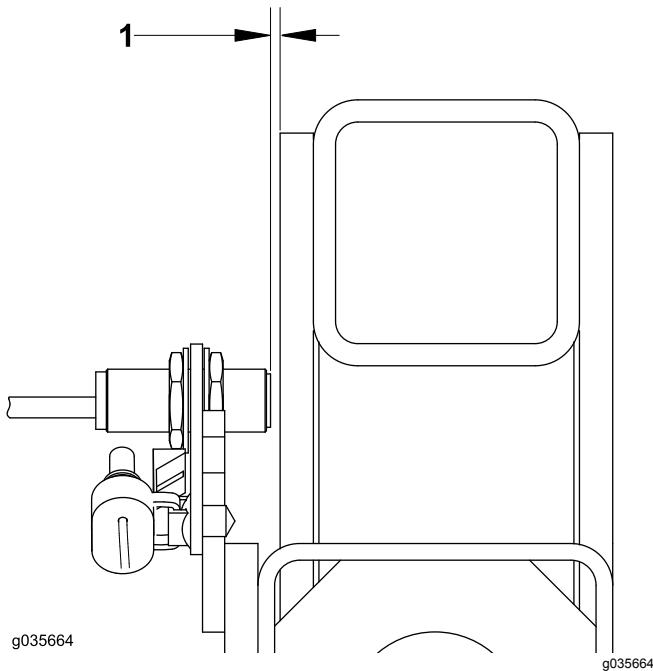

Figura 19
- Regule uma folga de 3,6 mm para cada sensor que instalou (Figura 19).